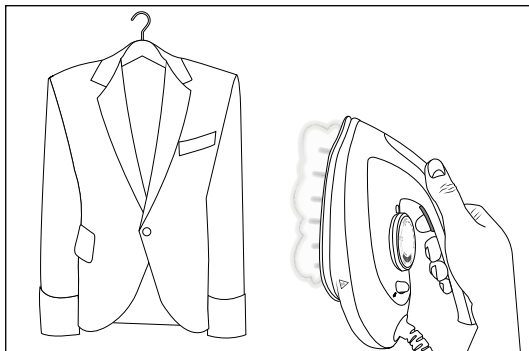

Fig. 10
- 5) Hold strygejernet i lodret stilling og tryk på dampknappen 2 (se fig. 10).